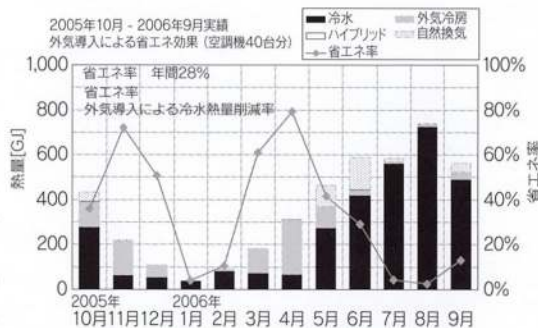

図3 外気導入による省エネ効果（月別）
ハイブリッド空調機の制御は、①空調機を停止し外壁の光庭と外壁ガラリを利用して空気を流す自然通風モード②自然通風と低温送風を同時に行うハイブリッドモード③外気を直接ファンで送風する外気冷房モード④吹出し温度を11℃で行う低温送風モードの4つの運転モードを自動選択する。図3に空調機での冷房負荷処理の内訳を示すが、外気温の高い7月～9月は負荷処理を冷水で行う割合